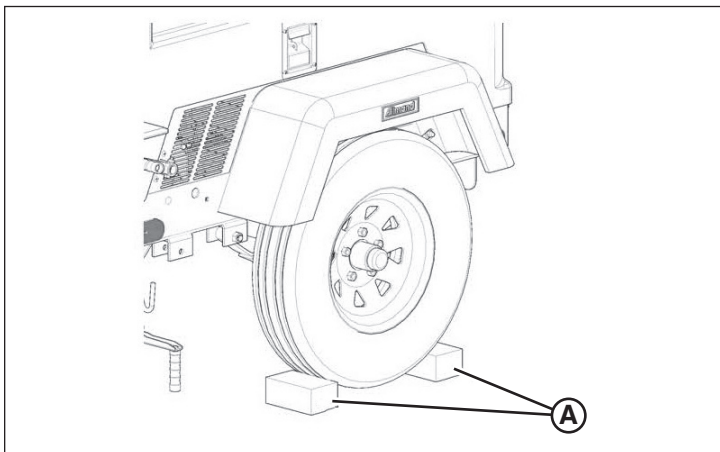

Figura 16
2. Bloquee las ruedas de cada lado con una cuña para ruedas adecuada (A, Figura 16).